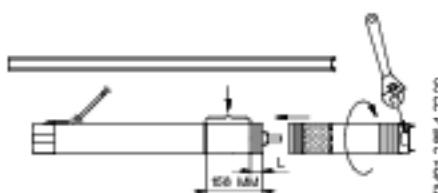

Рис. 6
1. Установить электродвигатель в тисках в горизонтальном положении и закрепить его, смотря рис. 6.
2. Выдвиньте вал насоса в позицию, показанную на рис. 6.
Для этого можно использовать лыски на торце насоса, специально предназначенные для захвата винта в этом месте гаечным ключом, смотря рис. 6.